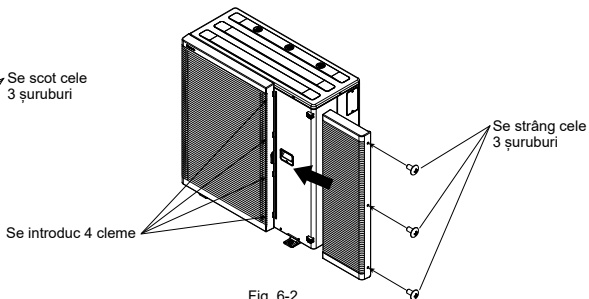

Fig. 6-2
2. Se introduc cele 4 cleme ale grilei de evacuare (partea dreaptă) și se strâng cele 3 șuruburi. (Fig. 6-2)